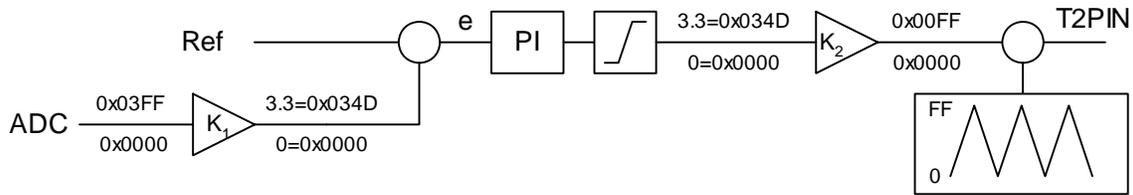
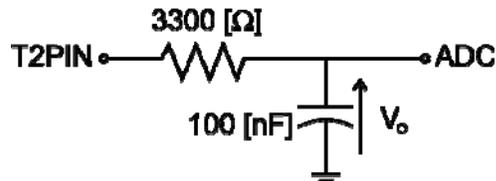

Fig.10 Esquema del controlador PI (Todos los factores en Q₈).
Fig. 11 Planta a controlar.
7.1.6. Determine las ganancias K_1 , K_2 , K_a y K_b del controlador PI (ver apunte de Manejo de periféricos en DSP de P. Fijo) de la **Fig. 10**, el cual regula el voltaje del condensador de la **Fig. 11**.